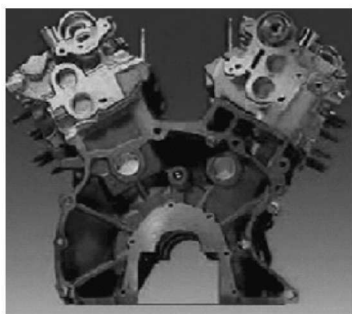

图 1-1-2 V 形发动机
- (2) 双列发动机:V 型发动机(图 1-1-2)、水平对置式发动机。